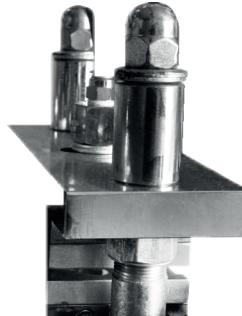

Figura 4
- e) Posicionar o filme PVC entre as placas de modelagem (figura 4).